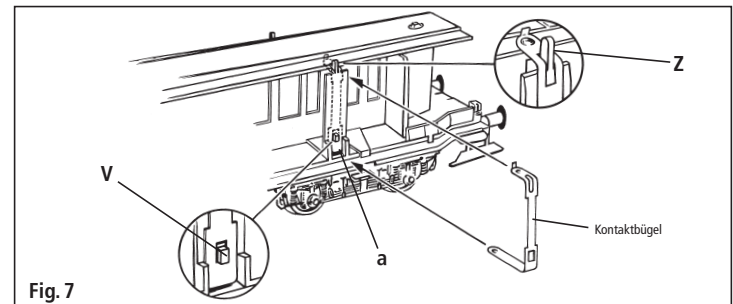

Fig. 7
7. An jeder Inneneinrichtung sind – je nach Wagentyp an verschiedenen Stellen – vier Aufnahmen für die Kontaktbügel vorhanden. Die Kontaktbügel sorgen für festen Halt des Lichtleiters auf der Inneneinrichtung und versorgen diesen mit Strom. Zuerst den Kontaktbügel locker unten in die Aussparung a der Inneneinrichtung einstecken, dann oben in den Zapfen Z einhängen (Fig. 7). Sodann Kontaktbügel ein wenig nach unten ziehen und am Vorsprung V einrasten.
7. Each set of internal works has – in different places depending on carriage type – four mountings for the contact bars. The contact bars ensure secure mounting of the optical fibre on the internal works, as well as supplying it with electricity. First loosely fit the contact bar at the bottom into recess a of the internal works, then hook it onto pin Z (Fig. 7). Pull the contact bar down a little and lock it onto step V.
7. Chaque garniture intérieure présente – à différents endroits selon le modèle – quatre places pour les étriers de contacts. Les étriers de contacts maintiennent la platine conductrice sur la garniture intérieure et en assure l'alimentation électrique. Disposez en premier lieu l'étrier dans l'évidement a et accrochez au tenon Z (Fig. 7). Tirez légèrement l'étrier vers le bas et fixez sur la partie en saillie V.